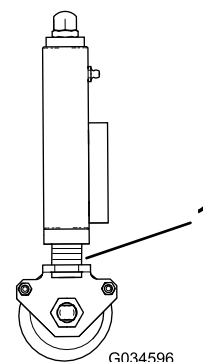

Figure 27
- Veillez à régler toutes les unités de coupe à la même hauteur en vous aidant des anneaux indicateurs (Figure 27).